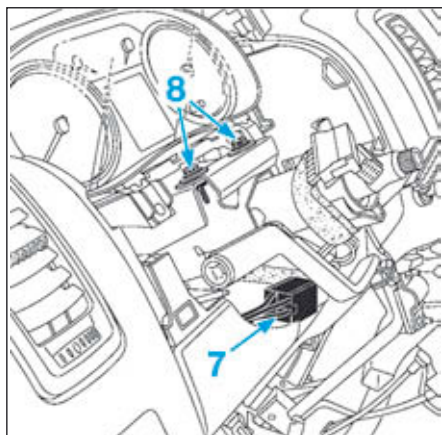

FIG.10
• Débrancher le connecteur (7) du contacteur de démarrage (Fig.10).